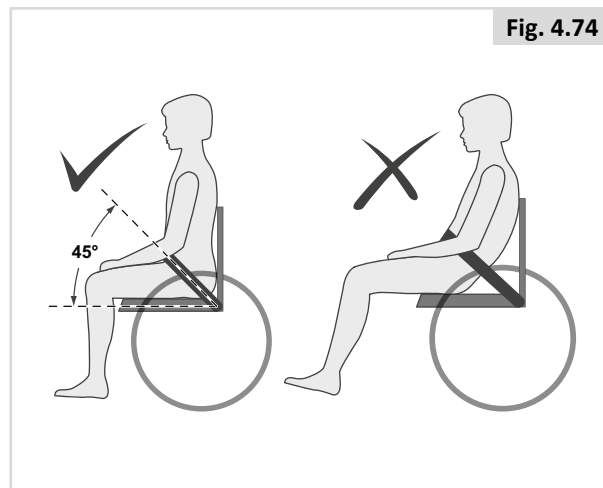

Fig. 4.74
- Por lo general, la correa debe quedar posicionada de modo que las correas estén en un ángulo aproximado de 45 grados (Fig. 4.74), y cuando se lo ajusta correctamente, debe impedir que el usuario resbale hacia abajo del asiento.